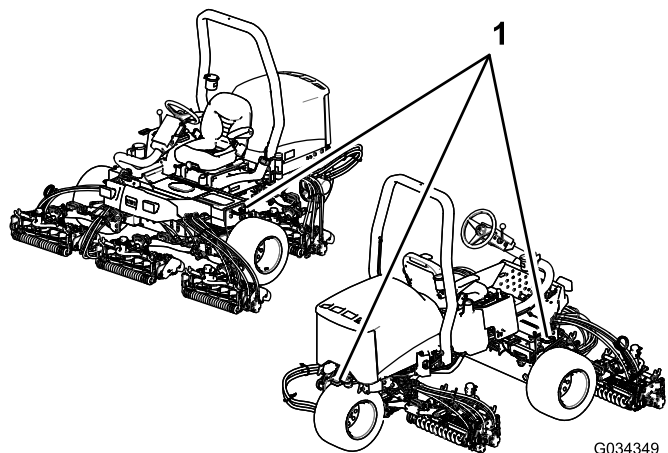

Рисунок 44
- Надежно зафиксируйте машину стропами, цепями, тросами или канатами. И передний, и задний ремни должны быть направлены вниз и в сторону от машины; см. Рисунок 44.